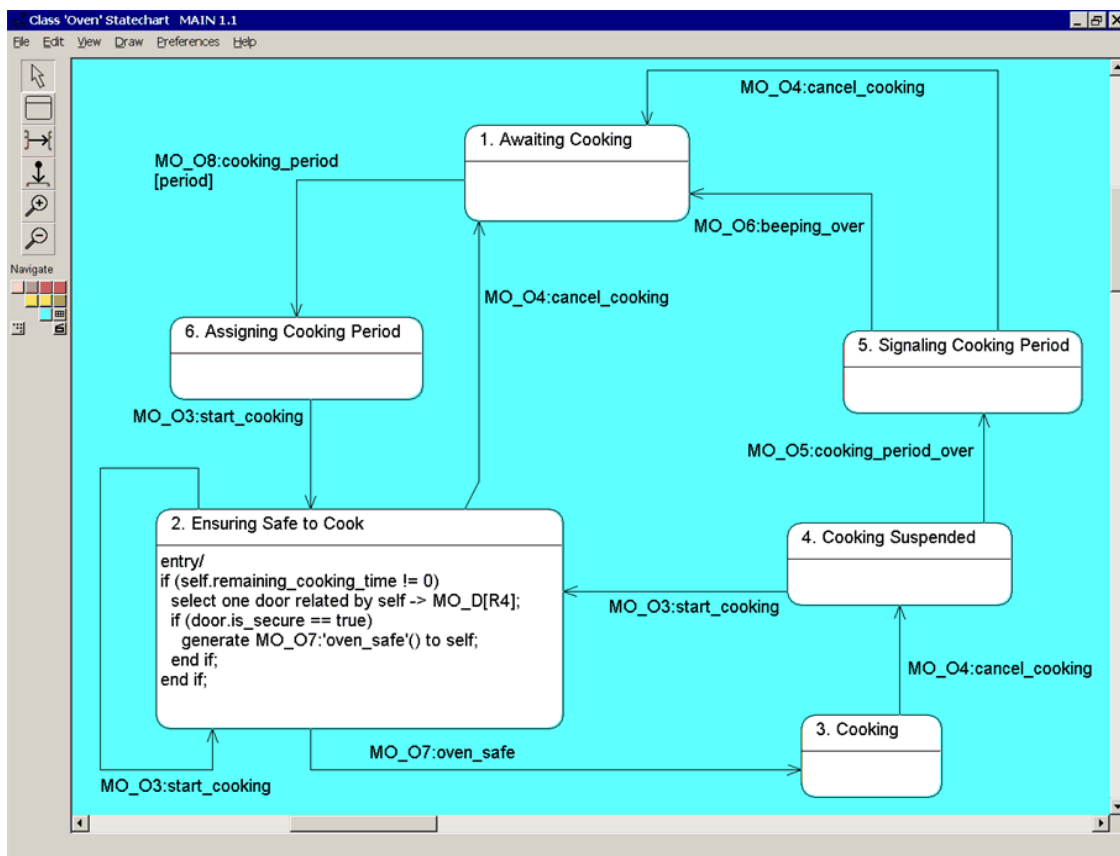
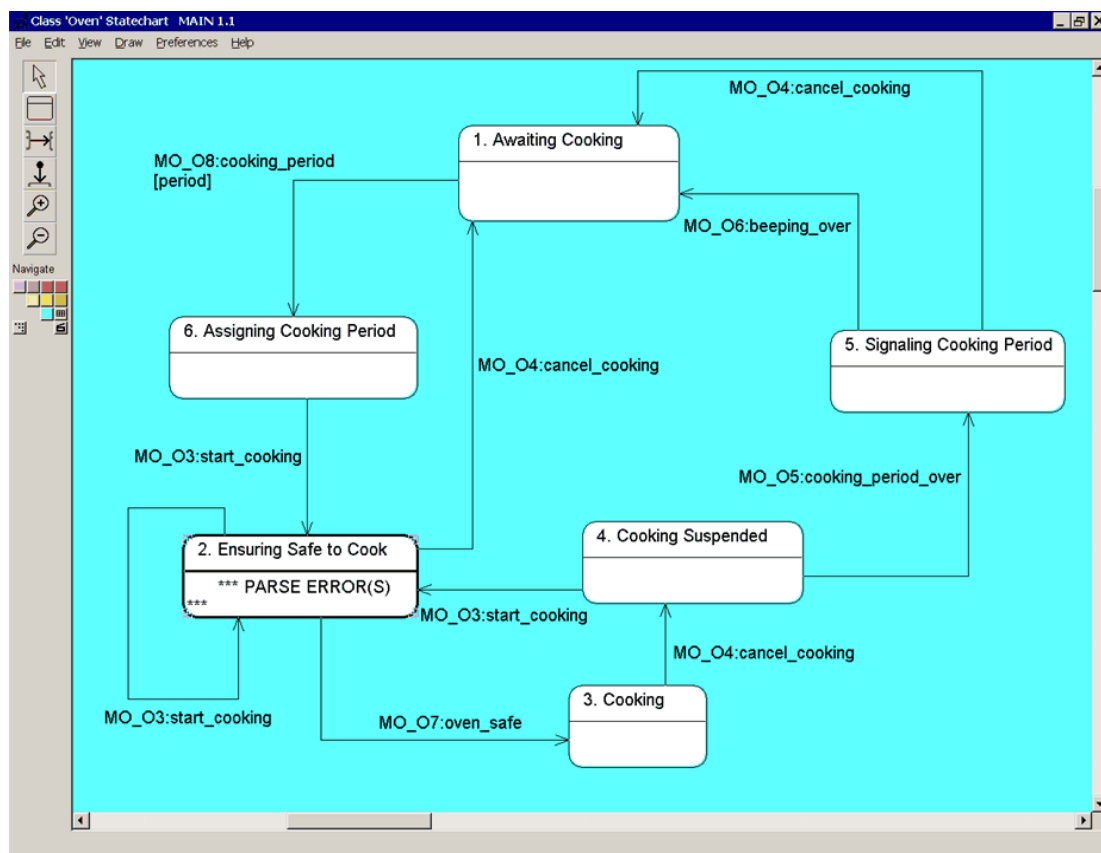

図 6-9: 正しく入力された状態アクション - [Ensuring Safe to Cook]
図 6-10: 正しく入力されていない状態アクション
- ☐ [Apply] をクリックします。アクションが正しく入力されている場合は、データベースに入力され、ステートチャート上で [Ensuring Safe to Cook] 状態に関連する 2 番目の領域にその内容が表示されます (図 6-9)。入力時にエラーがあった場合は、エラーメッセージが表示され、ステートチャート上の状態ボックスの 2 番目の領域に "***PARSE ERRORS***" という文字列が表示されます (図 6-10)。